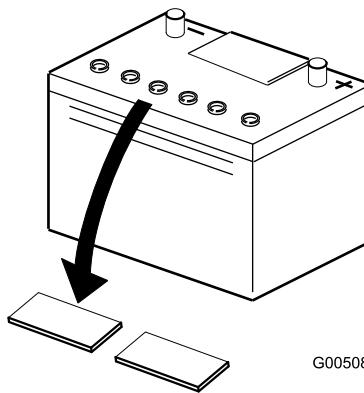

Figura 6
- Limpe a parte superior da bateria e retire as proteções das aberturas de ventilação (Figura 6).